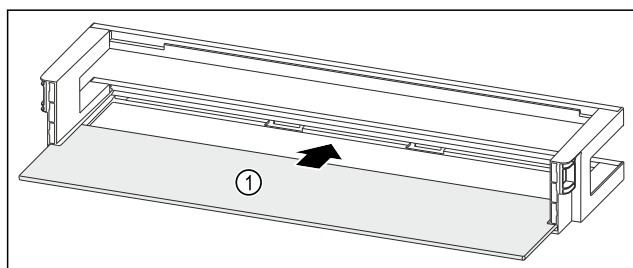

Fig. 167 Türabsteller mit Abstellfläche
- Abstellfläche Fig. 167 (1) in die seitlichen Aussparungen einschieben.